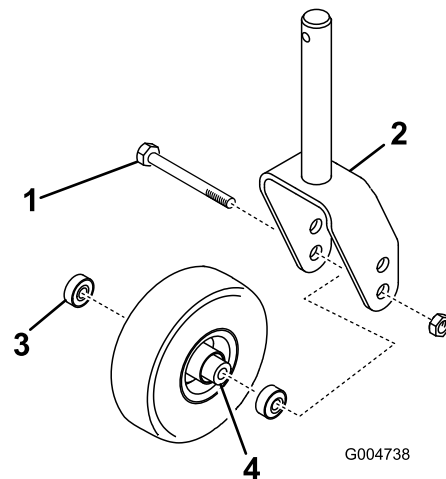
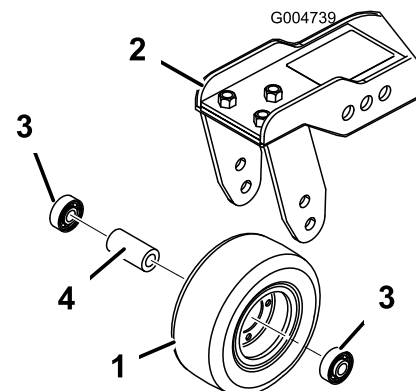

Figura 123
Figura 124
1. Retire la contratuerca del perno que sujeta el conjunto de la rueda giratoria entre la horquilla (Figura 123) o al brazo de pivote (Figura 124).
2. Retire el cojinete de la rueda y deje que se caiga el suplemento del cojinete (Figura 123 y Figura 124).